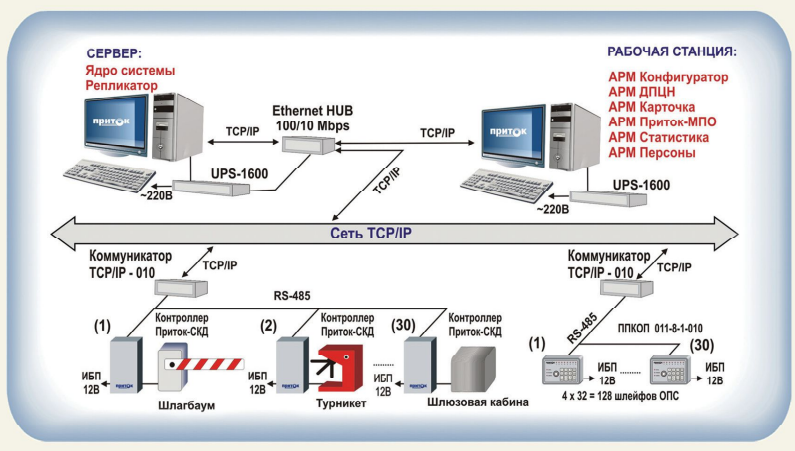

Рис. 9 ПЦН для охраны и КУД с применением ТСП/ІР и RS-485
9. ПЦН с элементами системы контроля и управления доступом (Приток-СКУД) строится для предприятий и организаций, где охрана производственных и других помещений совмещается с необходимостью иметь систему контроля и управление доступом, то есть управлять дверями, турникетами, шлагбаумами и другими точками прохода (проезда) (см. рис. 9).